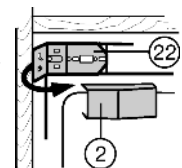

Fig. 17
- ▶ Закройте боковую часть крепежного уголка *Fig. 17 (22)*.
- ▶ Снова защелкните крышку *Fig. 17 (2)*.
- ▶ Закройте все отверстия пробками *Fig. 17 (30, 5)*.